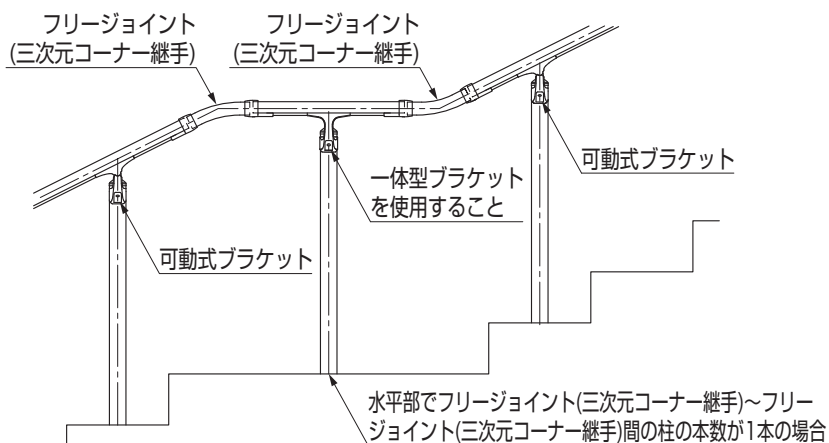

図10-1
- ①「図10-1」のように、水平部でフリージョイント(三次元コーナー継手)~フリージョイント(三次元コーナー継手)間の柱の本数が一本となる施工を行なう場合には、ビームブラケットとフロントブラケットが一体となっている、一体型ブラケットを使用してください。
- 「図10-1」のような施工を行なう場合に、安全のため必ず一体型ブラケットを使用してください。ブラケットが破損し、事故につながるおそれがあります。
- 「図10-1」のような施工でアルミ柱を使用している場合は、フリージョイントを使用しないでください。